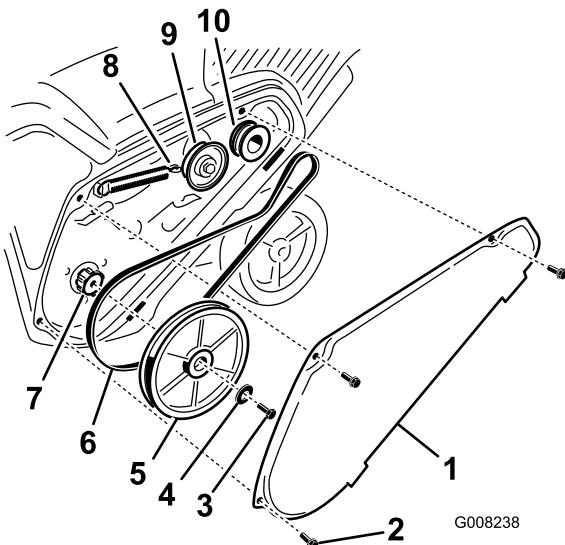

Figure 36
2. Décrochez le ressort de frein du bras de la poulie de tension pour détendre la courroie (Figure 36).
3. Enlevez la vis et la rondelle bombée qui retiennent la poulie de rotor (Figure 36).
4. Retirez la poulie de rotor et la courroie d'entraînement (Figure 36).
**Remarque:** Acheminez la courroie neuve autour de la poulie du moteur, puis de la poulie de tension, et enfin autour de la poulie de rotor desserrée, située juste au-dessus de l'arbre de rotor (Figure 36).
6. Montez la poulie de rotor sur l'arbre de rotor (Figure 36).
7. Montez la rondelle bombée et le boulon de fixation de la poulie de rotor, et serrez-les solidement (Figure 36).